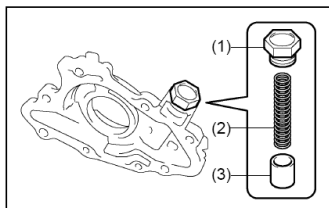

Рисунок II-127
1. Снимите пробку предохранительного клапана, пружину и направляющую втулку (см. Рисунок II-127).